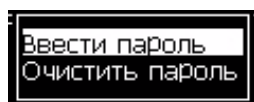
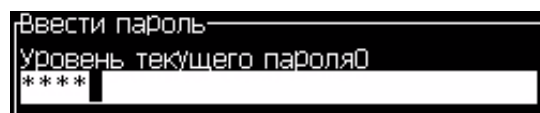

Рисунок 4-2: Ввод пароля
Рисунок 4-3: Пароль уровня доступа "0"
- 2 Нажмите кнопки "Alt + w". Выберите опцию "Enter Password" (ввод пароля) (смотрите Рисунок 4-2), и нажмите кнопку "Enter" (ввод). Появится окно "Enter Password" (ввод пароля) (смотрите Рисунок 4-3).